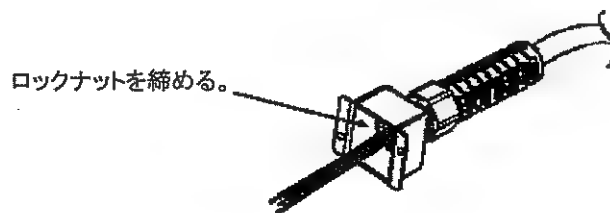

図 3-2 ストレインリリーフへの AC ケーブル取り付け
3. ラセン形の本体に AC ケーブルを通して下さい。AC ケーブルは剥離された側からベース(ゴムシールド部)に差し込み、ケーブルの外側被覆がベースの先端と一軸になるまで AC ケーブルを入れて下さい。ケーブルを正しい位置に留めながらストレインリリーフ本体をベースに締めつけます (1.8~2.0 Nm / 18~20 kgf・cm)。ケーブルはストレインリリーフの内側で確実に固定されます。図 3-2 をご参照下さい。